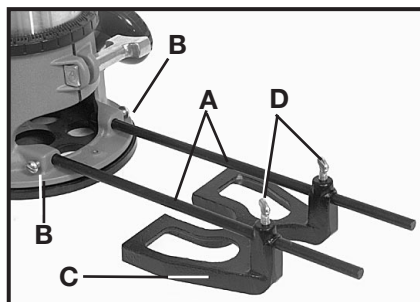

Fig. 6
Pour assembler, insérez les tiges de guidage (A) dans les trous de la base, Fig. 6, et fixez à l'aide de vis (B). Le guide (C) est ajusté sur les tiges et fixé à la position désirée à l'aide de vis à ailettes (D).